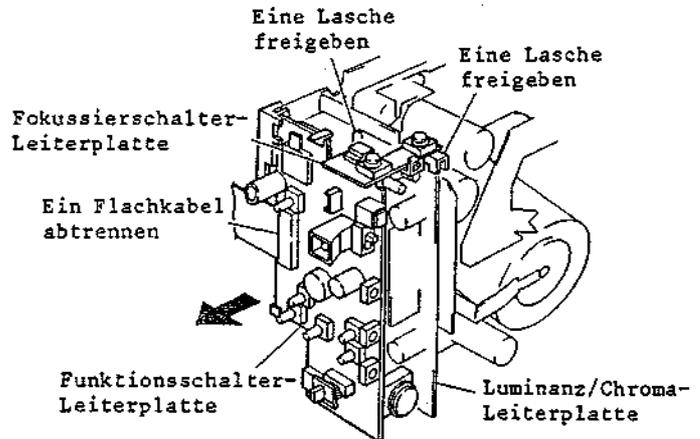
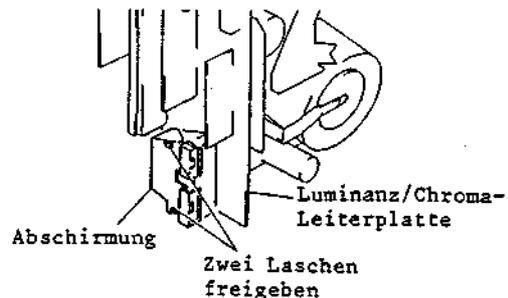

Abb. 2-36 Ausbau des Bandlaufwerks
Abb. 2-37 Ausbau des Bandlaufwerks
2. Eine (1) Lasche freigeben und die Fokussierschalter-Leiterplatte abnehmen (siehe Abb. 2-36).
3. Ein (1) Flachkabel (CN901) abtrennen.
4. Eine (1) Lasche freigeben und den Leiterplatten-Halter mit der Funktionsschalter-Leiterplatte in Pfeilrichtung entfernen.
5. Zwei (2) Laschen freigeben und die Abschirmung der Luminanz/Chroma-Leiterplatte entfernen (siehe Abb. 2-37).